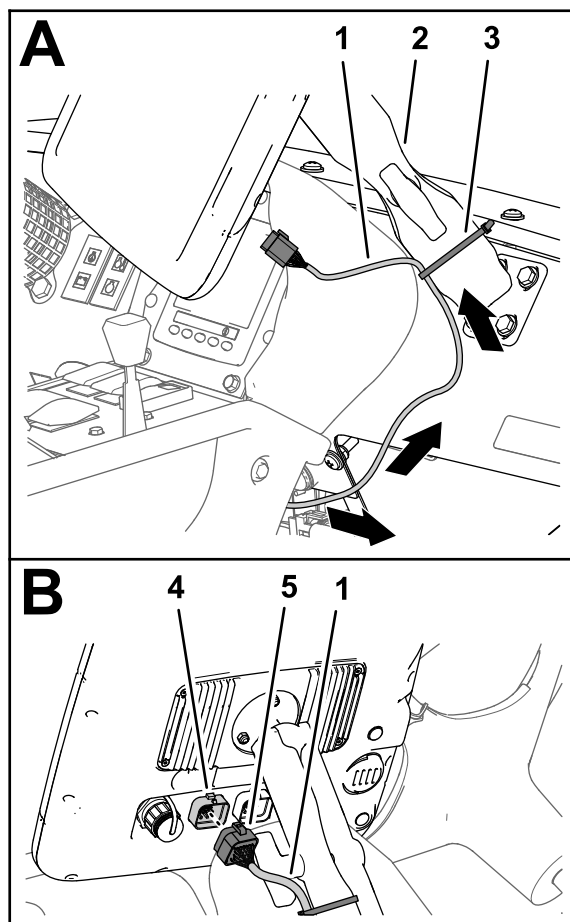

Figura 143
5. Passe a secção com 220 cm da cablagem dos dados para cima através do olhal que rodeia o orifício no painel de instrumentos (Figura 143).
6. Alinhe o conector de 26 tomadas da cablagem dos dados com o conector de 26 pinos do mostrador de pulverização e pressione o conector da tomada para o conector do pino até o trinco do conector ficar bem preso (Figura 143).
7. Prenda a secção de 220 cm da cablagem de dados ao braço do monitor com uma braçadeira (Figura 143).